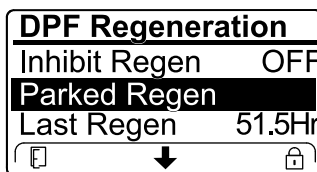

Bild 77
- Wenn der Motorcomputer eine Wiederherstellung-Regenerierung anfordert oder eine Wiederherstellung-Regenerierung ausführt und Sie auf die Option PARKED REGEN navigieren, ist die geparkte Regenerierung gesperrt und das Schloss-Symbol (Bild 77) wird unten rechts im InfoCenter angezeigt.